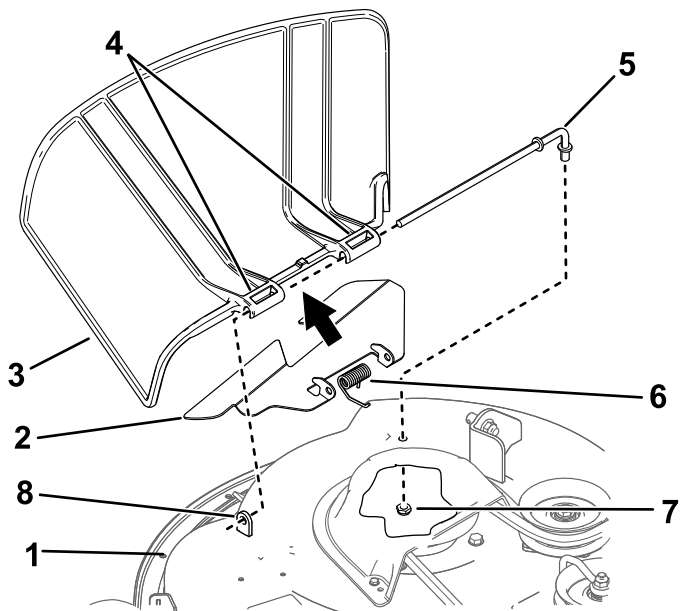

Bild 74
- Nehmen Sie die Mutter ($\frac{3}{8}$ ") aus der Stange unter dem Mähwerk ab (Bild 74).
- Schieben Sie die Stange aus dem kurzen Vorsprung, der Feder, dem Ablenkblech und Grasablenkblech (Bild 74).
- Montieren Sie das neue Grasablenkblech und Ablenkblech (Bild 74).
- Schieben Sie die Stange durch das Ablenkblech und die zweite Halterung am Grasablenkblechzapfen (Bild 74).
- Befestigen Sie das hintere Stangenende mit einer Mutter (3/8") am Mähwerk, wie in Bild 74 abgebildet.